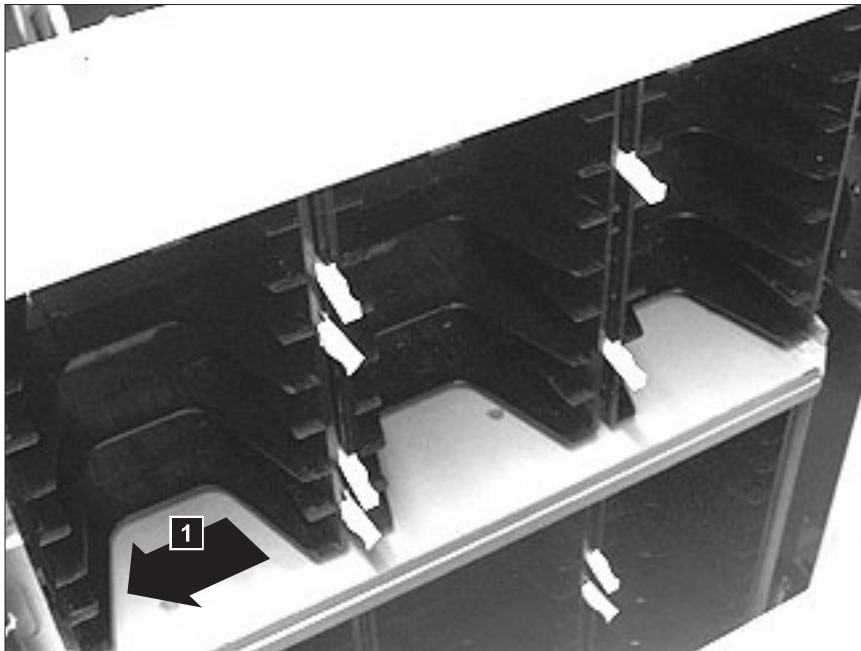

Figura 11-10. Removendo uma coluna de armazenamento
2. Puxe a coluna em direção à parte frontal da biblioteca (**1** na Figura 11-10) para desengatar as guias de travamento na parte de trás da coluna.